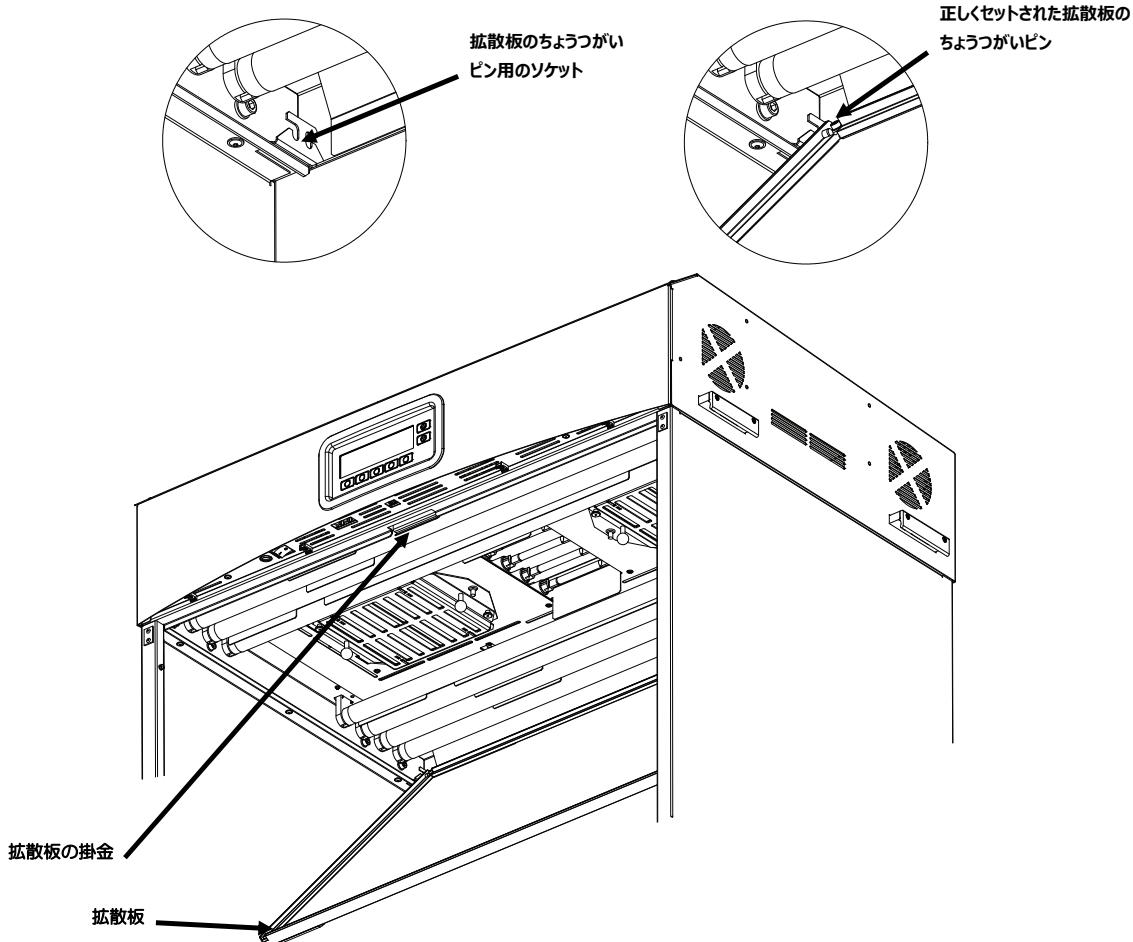

図 7：拡散板が見える状態の光源装置
9. 光源装置本体後部の後角にある隙間のソケットの前に、後方の各角にある拡散板のちょうつがいピンを挿入します。（図 7 参照）